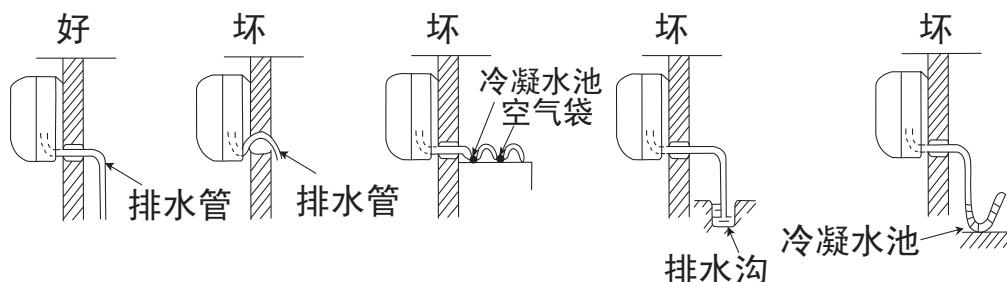

图 27
- 用附件⑭ 排水管与室内机组的出水管连接起来。
- 如要使冷凝水流得舒畅，排水管应倾斜少许，如图27所示。